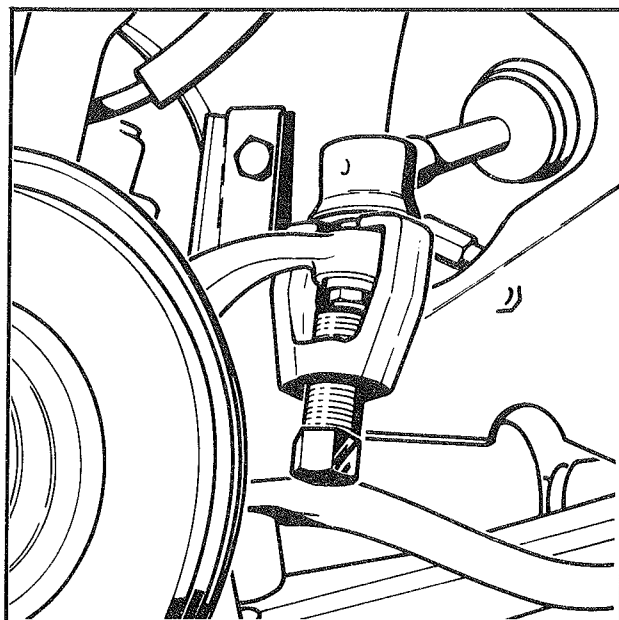

Fig. 2
- Extraire la rotule de direction (extracteur 15534 G) (Fig. 2).